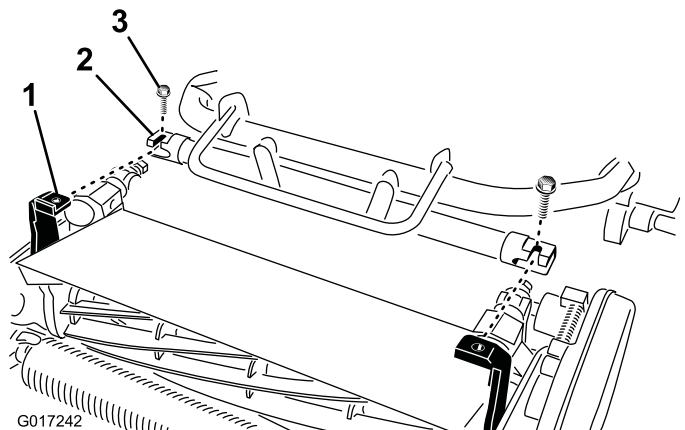

图8
4. 向前推动机架直至其与滚刀组旋转臂完全接合图8。
5. 使用 2 颗螺栓  $\frac{3}{8} \times \frac{3}{4}$  英寸将机架固定到滚刀组旋转臂上图8。